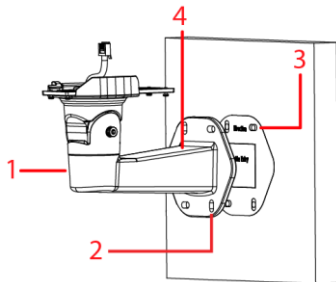

Figure 1
- C. Après avoir passé tous les câbles nécessaires à travers le bras de montage, placez le bras (1) (Figure 1) sur la surface et alignez les quatre trous du bras (2) (Figure 1) avec les quatre ancrages à vis (3) (Figure 1).
- D. Insérez le bouchon en caoutchouc dans le trou supérieur du bras de montage (4) (Figure 1) afin d'empêcher l'eau de pénétrer à l'intérieur du bras.